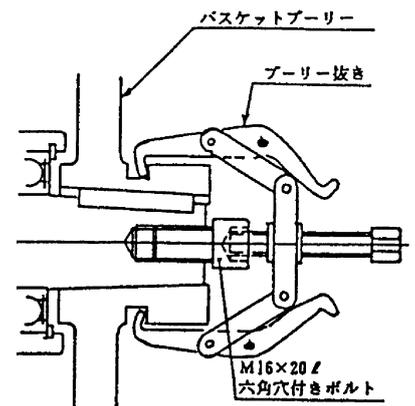

図 9-9
- ・ バスケットプーリーを押さえている M16 ボルトを取り、右図の箇所にプーリー抜きを掛けて、バスケットプーリーを抜き取ってください。(図 9-9)